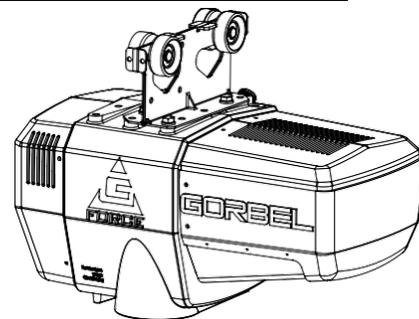

Fig. 3A. Gruppo azionatore standard.
- 3.1 Il modello standard di G-ForceMD viene consegnato con ruote premontate sul carrello dell'azionatore (**Fig. 3A**).